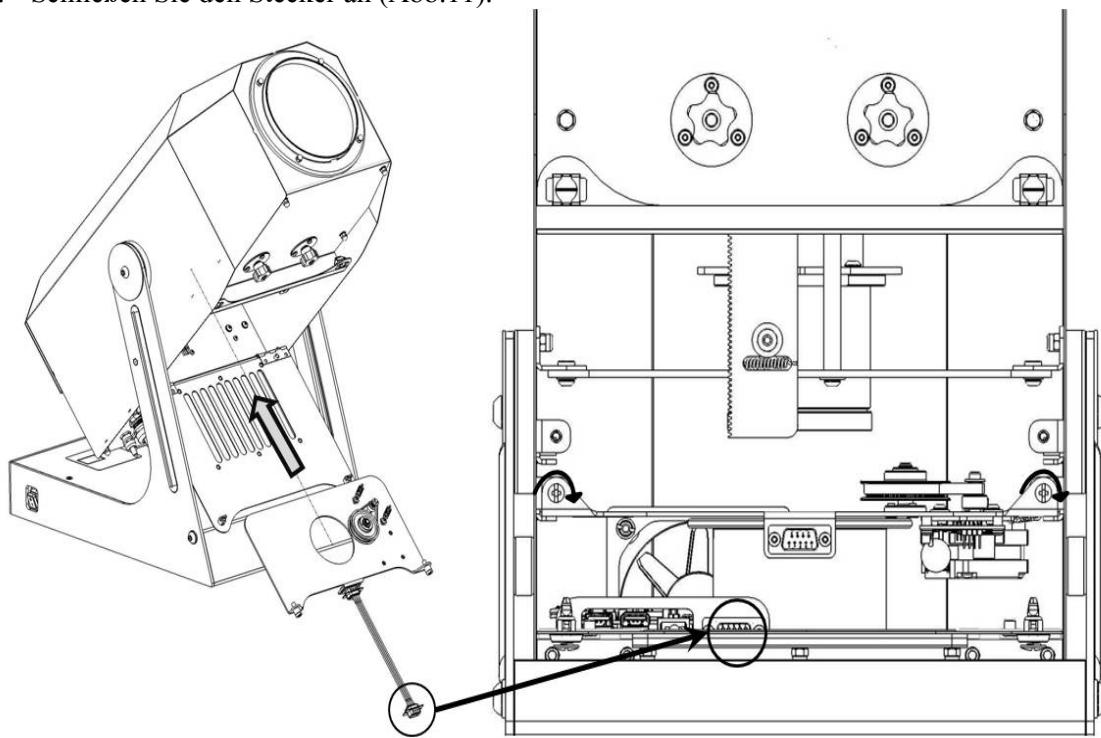

Abb.11
6. Setzen Sie Komponent 1 wie in Abb.11 in den Projektor ein.
7. Ziehen Sie die Befestigungsschrauben der Komponale 1 an (Abb.11).
8. Schließen Sie den Stecker an (Abb.11).